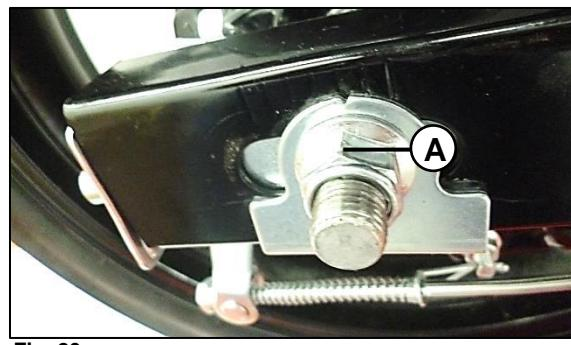

Fig. 20
Desensamble e inspeccione la tuerca del eje (A) **Fig. 20**